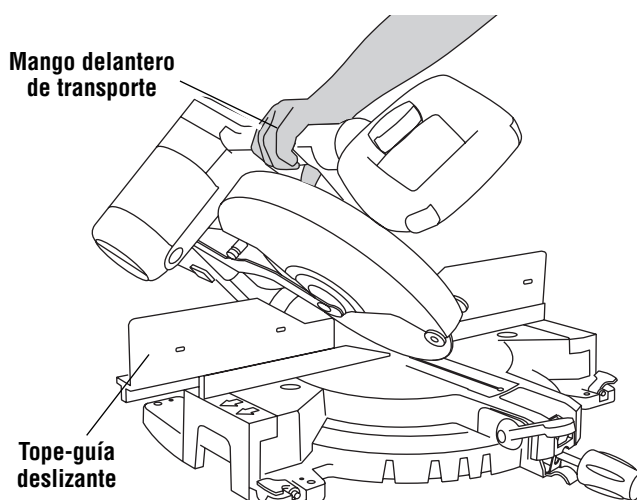

Figura 2.
- a. Extienda el tope-guía deslizante izquierdo para que sobresalga del ensamblaje de la sierra y fíjelo de nuevo (Figura 2).
- a. Extienda el tope-guía deslizante derecho para que sobresalga del ensamblaje de la sierra y fíjelo de nuevo (Figura 2).
- c. Sitúese en el lado derecho de la sierra, agarre el mango delantero de transporte con la mano derecha e incline el cabezal de la sierra ligeramente hacia la izquierda, a la vez que gira la perilla selectora de intervalo de biseles con la mano izquierda hasta “0-45° a la derecha” (Figura 2).
- a. Mueva el tope-guía deslizante izquierdo o derecho para que sobresalga del ensamblaje de la sierra y fíjelo de nuevo (Figura 2).
- c. Sitúese en el lado derecho de la sierra, agarre el mango delantero de transporte con la mano derecha e incline el cabezal de la sierra ligeramente hacia la izquierda, a la vez que gira la perilla selectora de intervalo de biselés con la mano izquierda hasta el “intervalo máximo” (Figura 2).